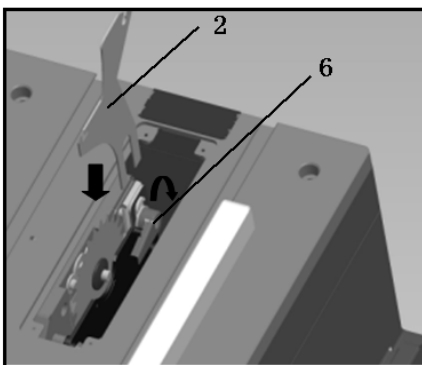

Рис. 14
- Разблокируйте рычаг фиксатора, переведя его в верхнее положение. (См. Рис. 14)
- Заблокируйте расцепляющий рычаг, переведя его в нижнее положение. (См. Рис. 14).